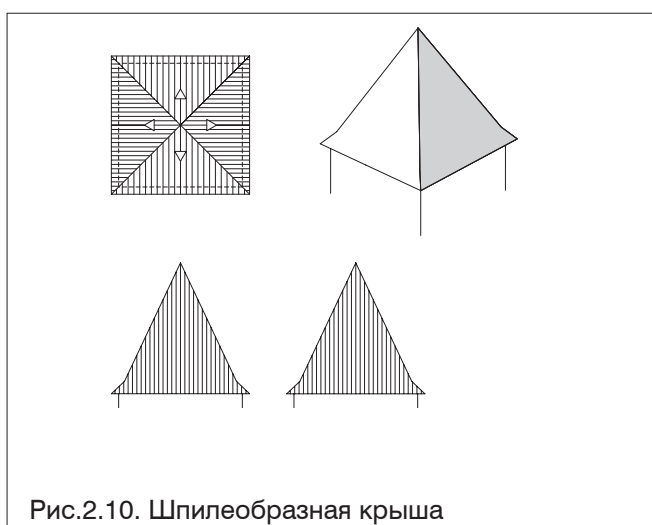

Рис.2.10. Шпалеобразная крыша
- **Шпильобразная крыша** (рис.2.10.) состоит из нескольких крутопадающих треугольных скатов, сомкнутых в вершине.